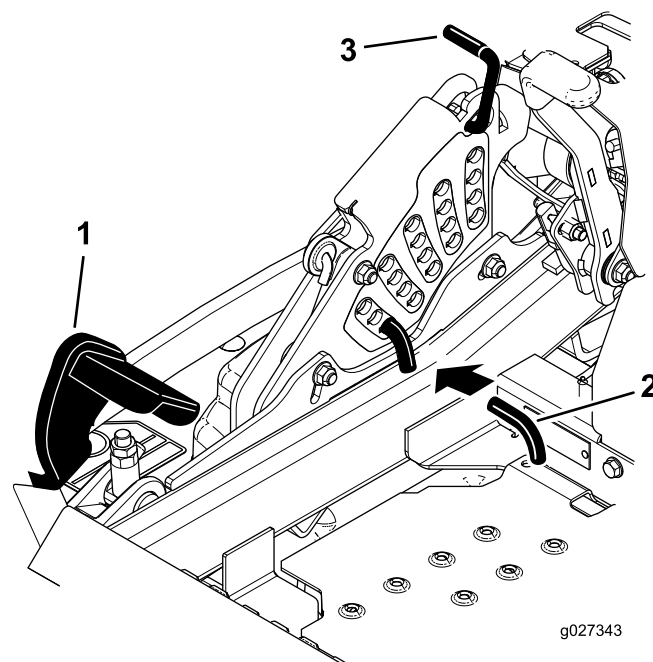

Figure 92
5. Enfoncez la pédale de relevage du tablier de coupe au maximum pour verrouiller le tablier à la position de transport de 14 cm (5,5 po) (Figure 92).